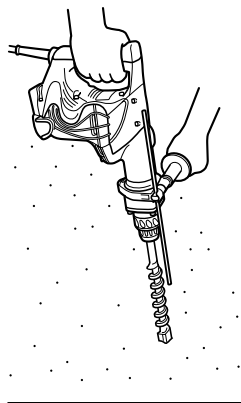

Fig. 11
**6. Calentamiento (Fig. 11)**